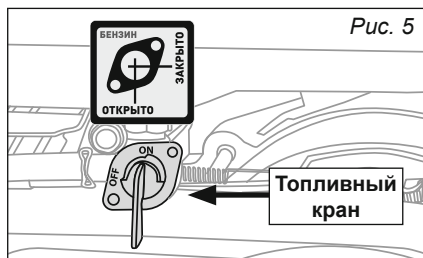

Рис. 5
**Топливный кран** (рис. 5), предназначен для перекрытия подачи топлива в карбюратор.